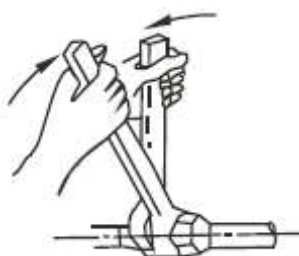

Fig. 5-11
■ Positionnez correctement le tuyau de raccordement, serrez les écrous le plus possible à la main puis terminez avec une clef. (Voir la Fig. 5-11)